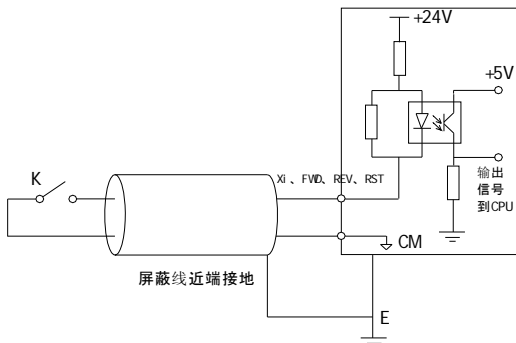

图 2-35 Xi、FWD、REV、RST 输入干接点接线示意图
2.12.6 X1~X7、FWD、REV、RST 输入干接点方式，Xi、FWD、REV、RST 输入干接点接线示意图如图 2-35 所示：